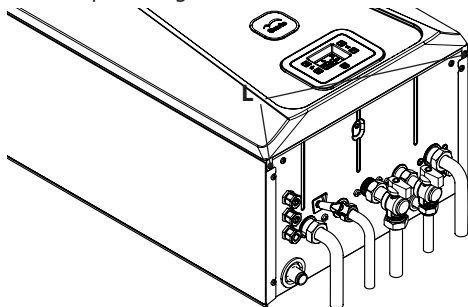
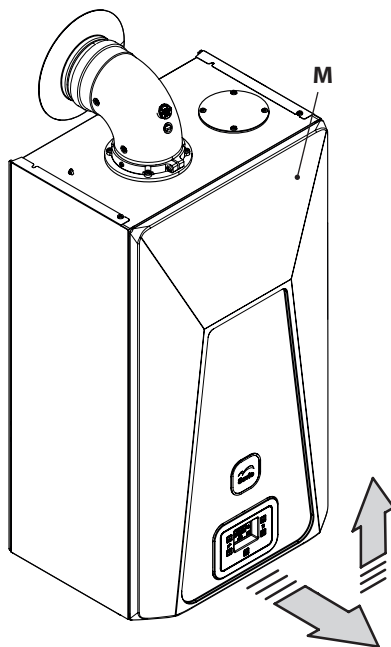

Figura 5.30
Figura 5.31
- Svitare le viti L (Figura 5.30) e rimuovere il pannello frontale M tirandolo a sé e quindi spingendolo verso l'alto in modo da liberarlo dalle sedi superiori Figura 5.31.